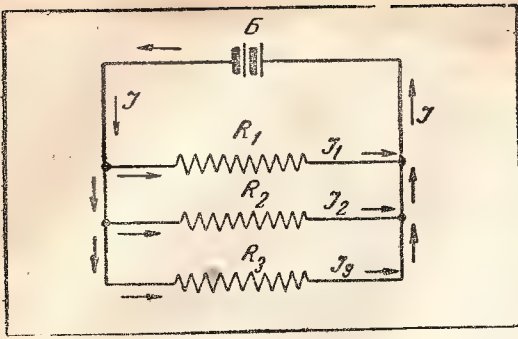

Рис. 1
**ЗАДАЧА 4.** К батарее  $B$  напряжением в  $5 \text{ В}$  приключены параллельно (рис. 1) сопротивления  $R_1 = 5 \Omega$ ,  $R_2 = 10 \Omega$  и  $R_3 = 20 \Omega$ . Внутреннее сопротивление батареи очень мало, и поэтому мы им пренебрегаем.